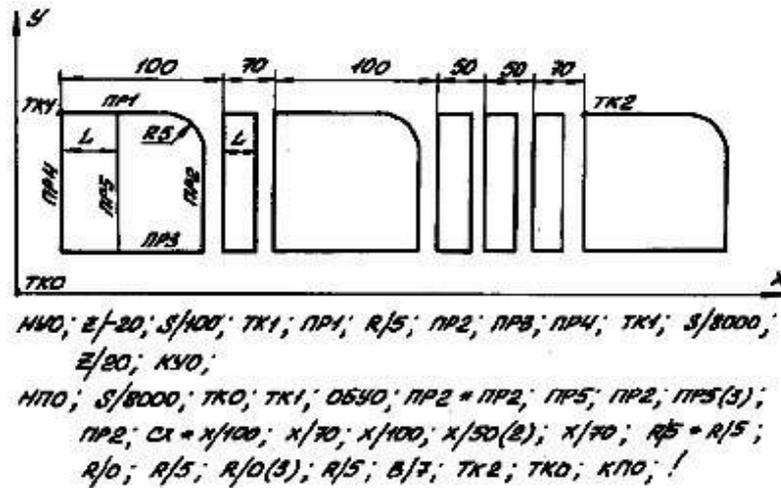

Рисунок 110
5. Заменяющие (новые) геометрические элементы должны задаваться в системе координат участка, то есть должны "привязываться" к участку, описанному в исходной программе (см.рис. 110).